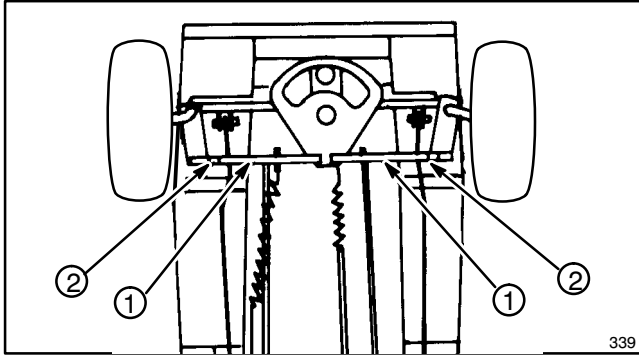
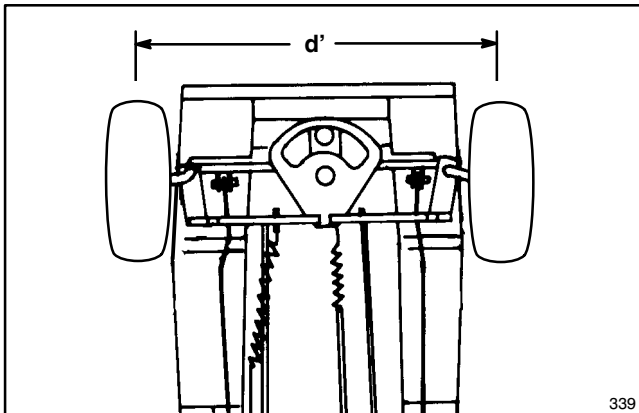

Figure 28
Figure 29
1. Pour aligner les roues avant, desserrer le contre-écrou et tourner la barre d'accouplement jusqu'à ce que l'axe entre l'avant des roues (d') fasse de 1,5 mm à 6,3 mm moins que l'axe entre l'arrière des roues avant (d'') (Fig. 28 et Fig. 29).